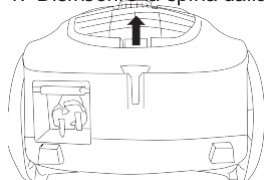

Figura 13 Rimozione del filtro d'uscita
3. Aprire il coperchio del filtro d'uscita tirando il bordo del coperchio stesso. Estrarre il filtro d'uscita dall'apparecchio; vedere figura 13.